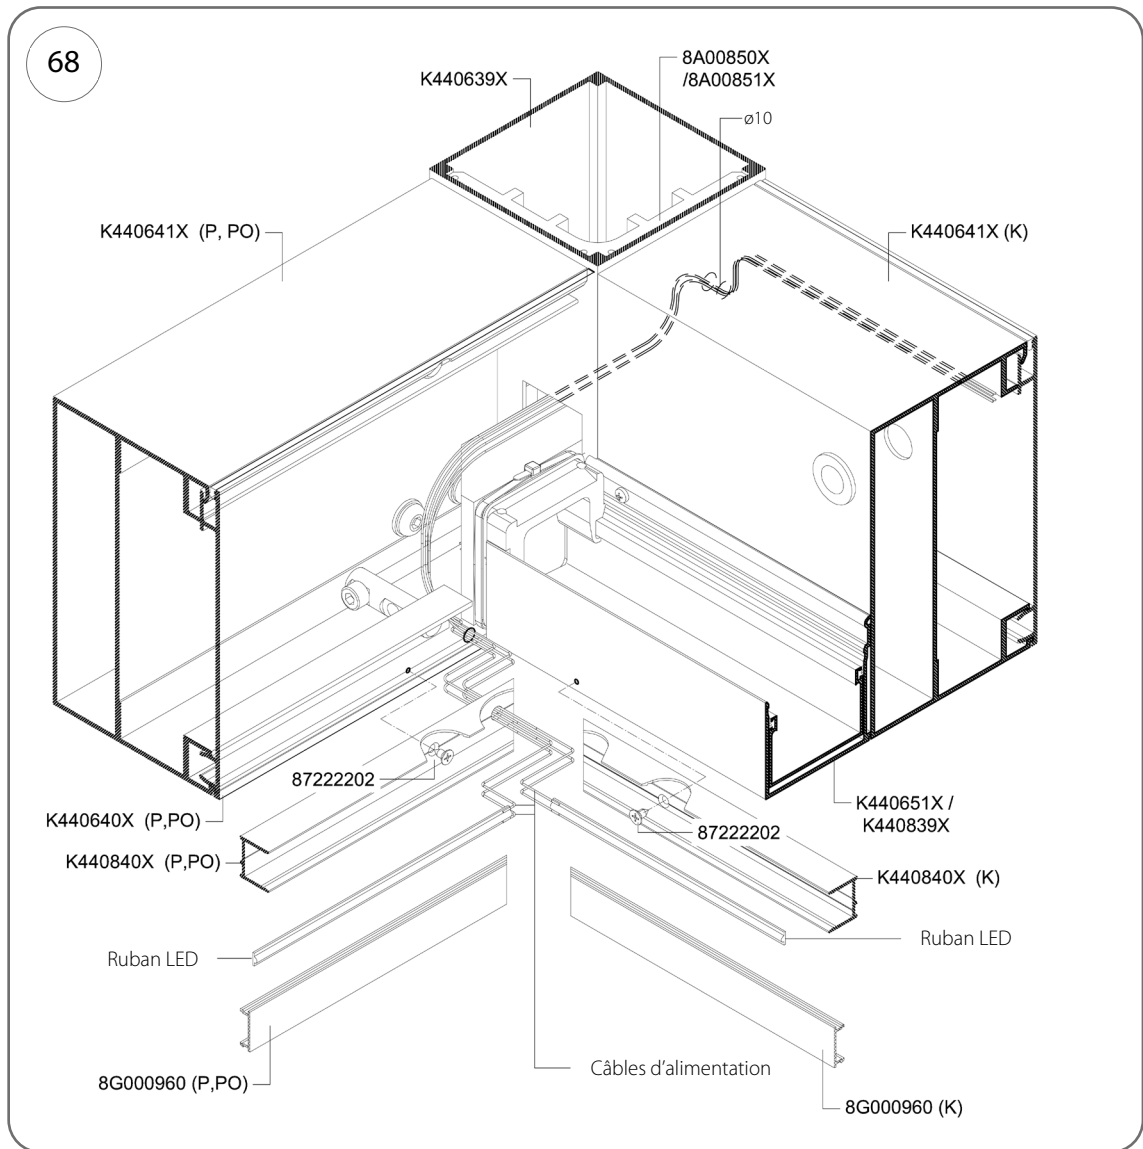

Fig. 68
3. Faites passer les extrémités des câbles de la bande LED à travers le trou de 8 mm de diamètre dans la panne et à travers le montant jusqu'au chevron (Fig. 68).